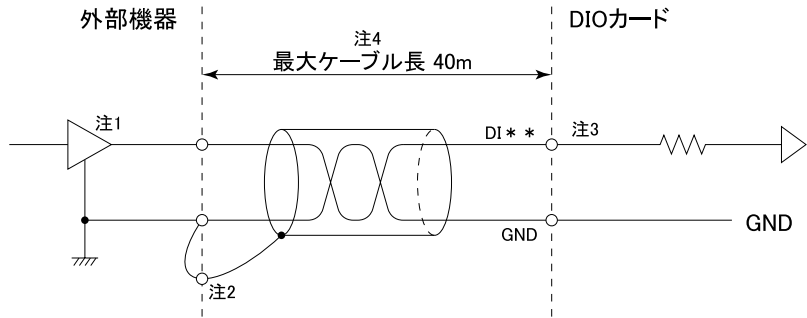

図 7.1
3 種類の推奨接続例を図 7.1 ～ 7.3 に示します。
- ・ TTL 電圧信号の接続（図 7.1）
注 3： 最大ケーブル長の 150m は図 7.1 の注 4 に示す特性のケーブルを使用した場合の目安です。実際はノイズ環境、使用するケーブル特性により異なります。
注 3：最大ケーブル長の 300m は図 7.1 の注 4 に示した特性のケーブルを使用した場合の目安です。実際はノイズ環境や使用するケーブル特性により異なります。
注 3：最大ケーブル長は図 7.1 の注 4 に示した特性のケーブルを使用した場合の目安です。実際はノイズ環境やケーブル特性により異なります。